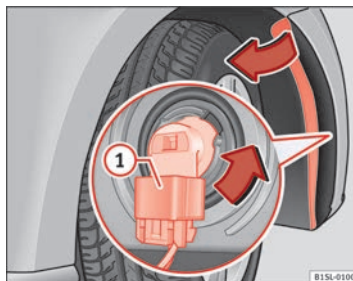

Fig. 147 Remplacement des ampoules des phares.
5. Débloquez la connexion → fig. 147 ① et retirez-la.
6. Tournez le support d'ampoule → fig. 147 dans le sens de la flèche, **dans le sens contraire des aiguilles d'une montre** jusqu'en butée et enlevez-le avec l'ampoule en le retirant vers l'arrière.
9. Branchez le connecteur → fig. 147 ① sur le support d'ampoule. La connexion doit s'encaster de manière audible.